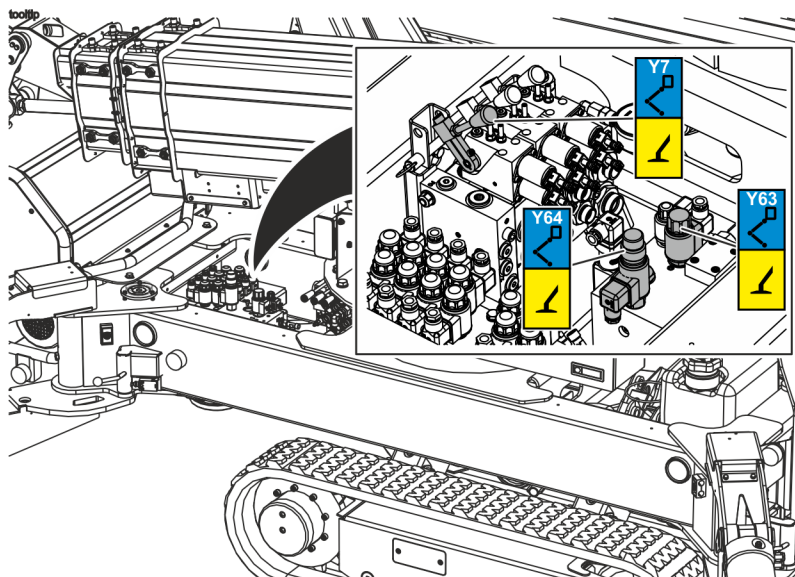

Abb. 194: Ventile Stützen
Das Druckbegrenzungsventil (Abb. 194/Y64) vollständig eindrehen.
4. → Die schwarze Kappe vom Freigabeventil (Abb. 194/Y63) abschrauben und die Ventilbetätigung vollständig herausdrehen.